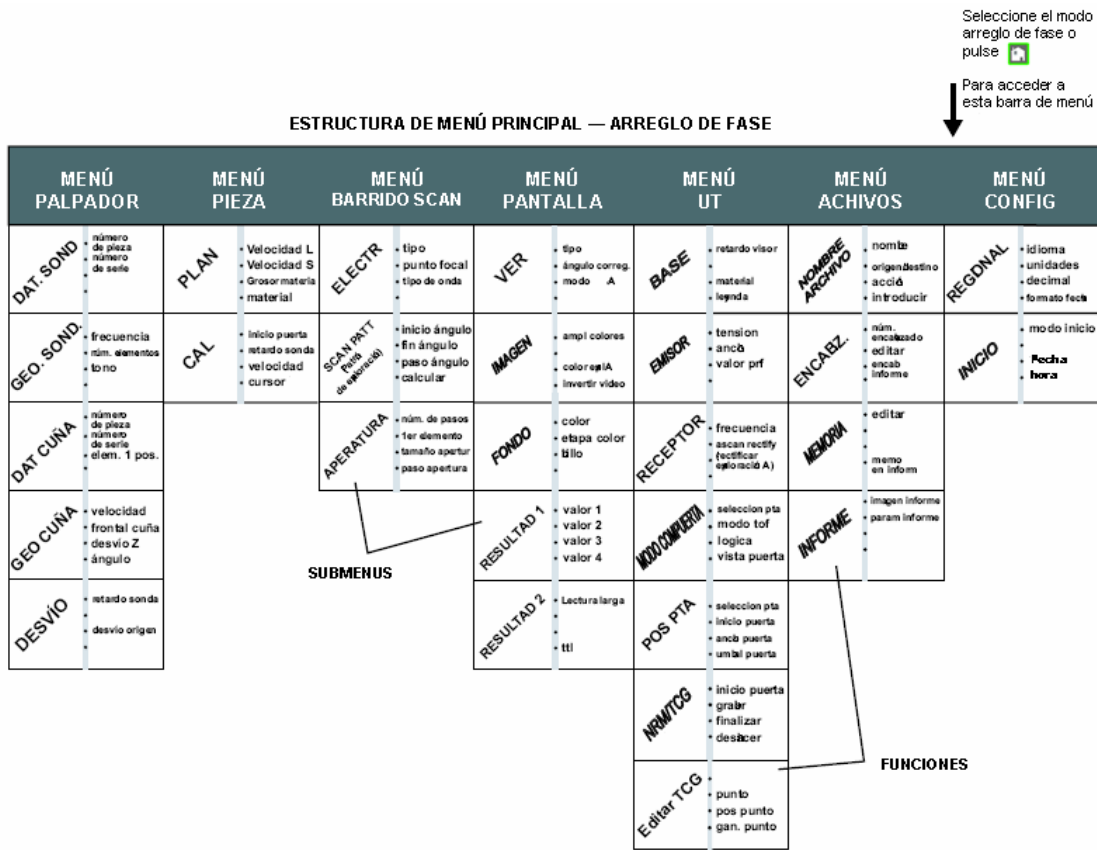

Figura 1-3 Para ingresar a estos menús, submenús y funciones es a través del menú principal del sistema
La tecla del menú principal (Home) inmediatamente regresa el instrumento a la lista del menú principal como se muestra en la Figura 1-3 (Arreglo de Fases) o Figura 4-3 (Convencional). Si mantiene la tecla presionada por tres segundos automáticamente ejecuta el cálculo del Barrido.
NOTA: La Figura 1-3 muestra la estructura de los menús principales del instrumento. La información proporcionada en las dos siguientes secciones del manual se explica que hace cada función y como ingresar a la función a través del menú del sistema. También encontrara en la sección de operación, referencias que le dirán que sección consultar en este manual para información específica de cada función.
- Para ingresar a menús disponibles mediante el menú principal de Arreglo de Fases (Figura 1-3)